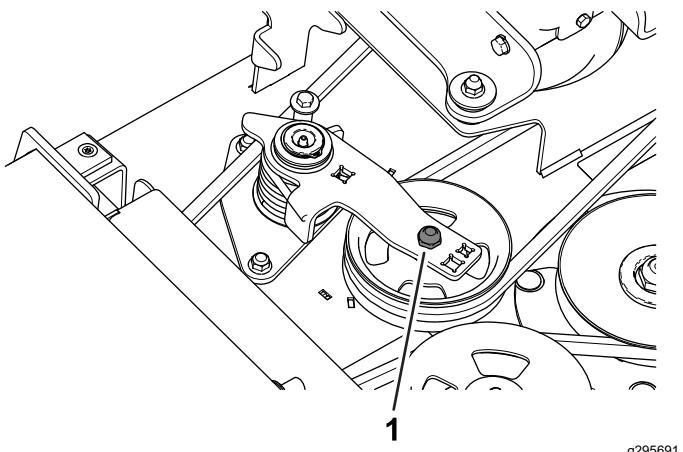

图 28
- 使用扭矩扳手或类似工具将怠轮皮带轮图 28 移离传动皮带以放松皮带的张紧力并让皮带滑离齿轮箱皮带轮。